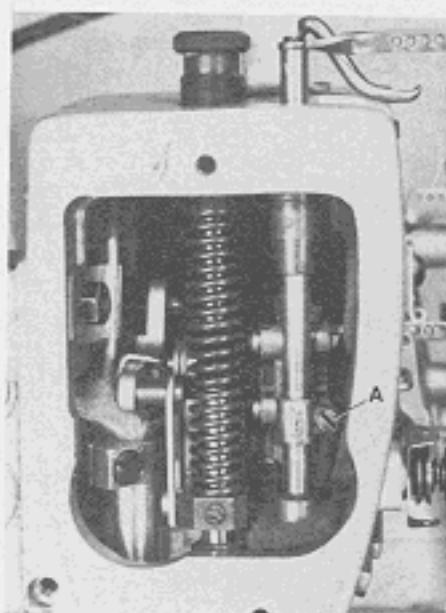
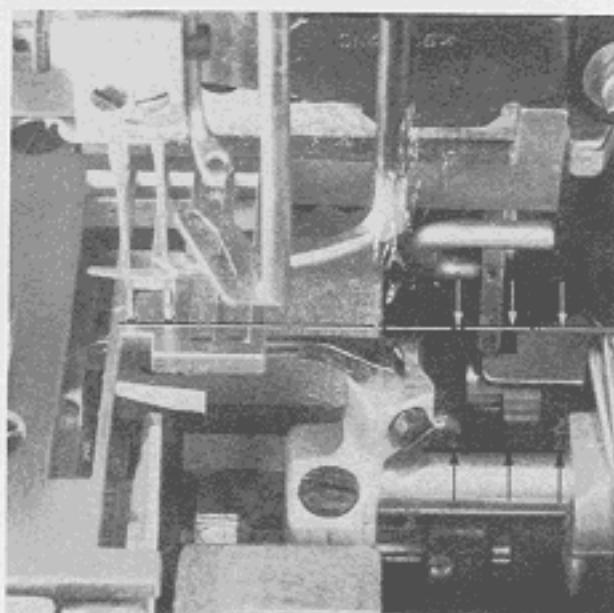
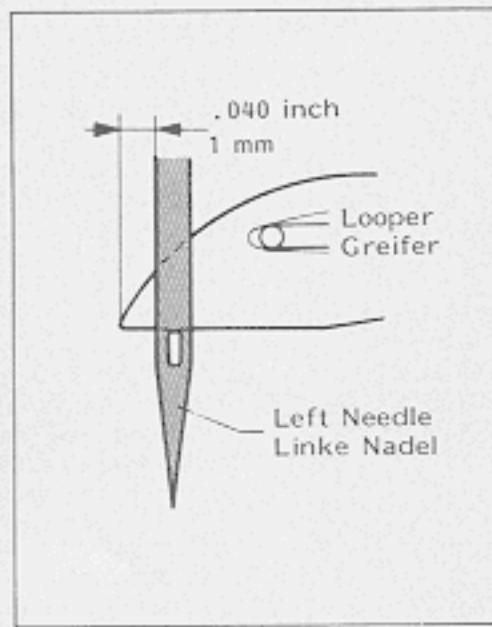

Fig.16
Fig.17
Fig.19
3. Loosen screw (A, Fig. 16) and turn needle bar as required, so the needles center in the needle holes of throat plate and are parallel to the looper shaft (see Fig. 17). This can be checked by holding a ruler against the needles.
4. Retighten screw (A, Fig. 16).
The height of needle bar is correct, when the looper point at its travel from right to left is 1 mm (.040 in.) left of the left needle (see Fig. 19) and the top of the needle eye is flush with the underside of the looper. For adjustment loosen screw (A, Fig. 16) and move needle bar up or down as required. Retighten screw (A).
* The needle bar can also be aligned and set to height without removing the Metering Device. For this, remove plug (Q, Fig. 57) in the head cover plate to have access to screw (A, Fig. 16) in the needle bar connection. Remount the plug.
3. Lösen Sie die Schraube (A, Fig. 16) und drehen Sie die Nadelstange so, daß die Nadeln mittig in die Stichlöcher der Stichplatte einstechen und parallel zur Greiferwelle stehen (siehe Fig. 17). Dies kann durch Anlegen eines Lineals an die Nadeln geprüft werden.
4. Ziehen Sie die Schraube (A, Fig. 16) wieder an.
Die Nadelstangenhöhe ist richtig eingestellt, wenn die Greiferspitze bei ihrem Weg von rechts nach links 1 mm links der linken Nadel steht (siehe Fig. 19) und Oberkante Nadelöhr und Unterkante Greifer in gleicher Höhe stehen. Lösen Sie für diese Einstellung die Schraube (A, Fig. 16) und schieben Sie die Nadelstange nach Bedarf nach oben oder unten. Ziehen Sie die Schraube (A) wieder an. Beachten Sie, daß bei dieser Einstellung die Nadelstange nicht verdreht wird.
* Die Nadelstange kann auch ohne Abbau der Zumeßeinrichtung (Metering Device) ausgerichtet und auf die Höhe eingestellt werden. Entfernen Sie dazu den Verschlußstopfen (Q, Fig. 57) in der Kopfdeckelplatte, damit die Schraube (A, Fig. 16) im Nadelstangen-Mitnehmer zugänglich wird. Montieren Sie den Verschlußstopfen wieder.